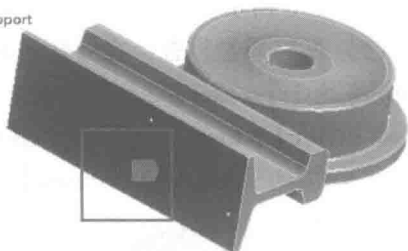

图 1-11 施加约束
(4) 施加约束，首先在标准工具栏上单击，然后选择钢轨底端面，在环境工具栏单击【Supports】→【Fixed Support】，如图 1-11 所示。